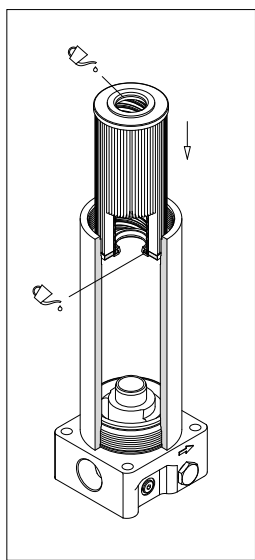

fig. 25
- (Fig. 25) Lubrificare con il fluido di lavoro le guarnizioni dell'elemento filtrante, quindi calzare l'elemento filtrante sul codolo. Prestare attenzione a non danneggiare la guarnizione